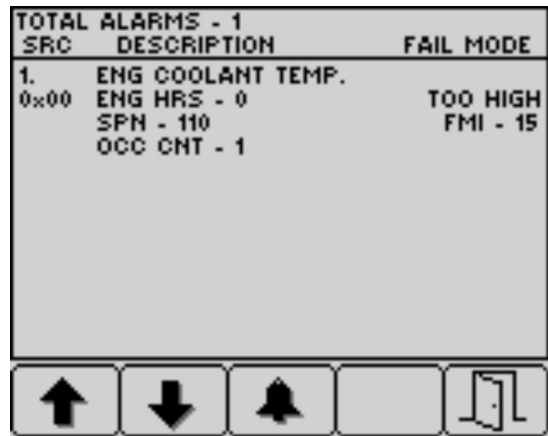

図 36
4. ボタン5を押すと不具合表示を出てホーム画面に戻る。 図 36
5. ボタン5を押すと不具合表示を出てホーム画面に戻る 図 36 エンジン関係のアドバイス \(ページ 30\) を参照。